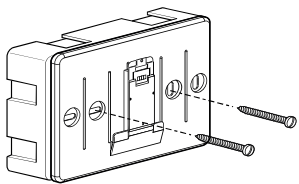

Abb. 13 Wandbefestigung
- Das Unterteil des Gerätes mit den mitgelieferten Schrauben an dem Gehäuse an der Wand befestigen (Abb. 13)